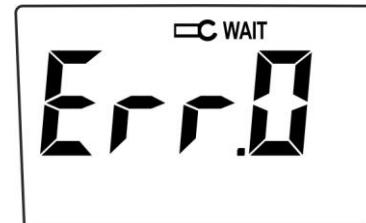

Fig. 4
3. Nel caso in cui durante il processo di calibrazione venga aperto il toroide, l'indicazione "**Err.0**" è mostrata a display (vedere Fig. 4). Quando il toroide viene richiuso il processo di calibrazione riparte in automatico dall'inizio.